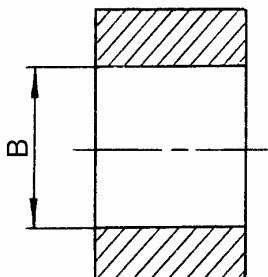

Рис. 41.
16.2.7 Втулка 2108-3512107-10, рис. 41.**Допускается:**